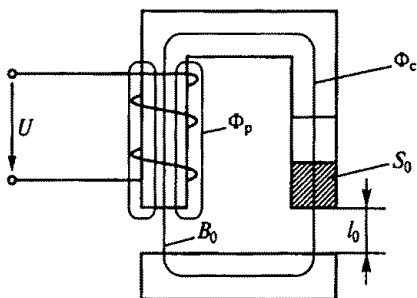

Рис. 123
3.92.Р. Как изменятся результирующая ЭДС $E_{\text{рез}}$, ток I катушки и подъемная сила F электромагнита на рис. 123, если увеличить воздушный зазор l_0 при постоянном напряжении на катушке и постоянной частоте? (Указать неправильный ответ.)
3.99. Подъемная сила F электромагнита (см. рис. 123) пропорциональна квадрату магнитного потока в сердечнике Φ_c , сцепленного с якорем электромагнита. ЭДС E , возникающая в катушке, определяется результирующим магнитным потоком $\Phi_{\text{рез}} = \Phi_c + \Phi_p$, сцепленным с витками катушки, где Φ_p — поток рассеяния.